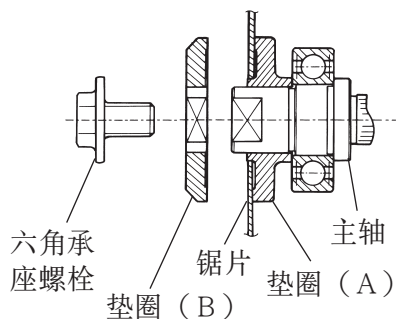

图 13
- (1) 将主轴、螺栓以及垫圈周围聚集的切屑完全清理干净。
- (2) 如图 13 所示，带凸起中心的垫圈（A）侧，其直径和锯片的内径相同，而垫圈（B）的凹入侧必须和锯片侧一致。
- (3) 为确保锯片转动方向正确，锯片上的箭头方向必须与锯盖上的箭头方向一致。
- (4) 用手指尽量将固定锯片的内六角螺栓拧紧。然后压下锁紧杆，锁住主轴，并拧紧螺栓。